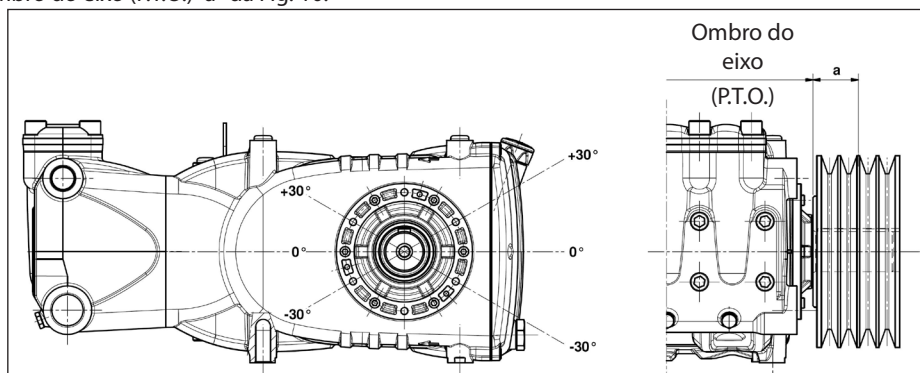

Fig. 10
A carga radial sobre o eixo não deve ser superior a 7500 N (valor necessário para a definição do layout). A transmissão é considerada adequada se tal carga é aplicada a uma distância máxima de $a = 40$ mm do ombro do eixo (P.T.O), conforme indicado na Fig. 10.
- b) Use correias de alto rendimento - por exemplo **XPB** ao invés de **SPB** - pois será necessário uma quantidade inferior de correias com a mesma potência transmitida e uma consequente distância inferior do resultante em relação ao ombro do eixo (P.T.O.) "a" da Fig. 10.